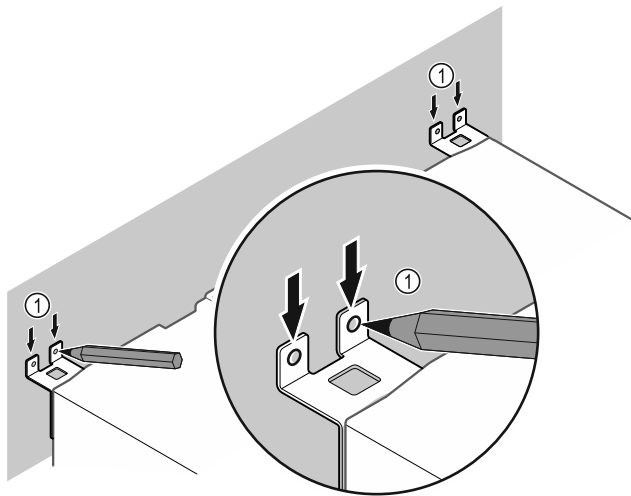

Fig. 11
- ▶ Apporre i contrassegni alla parete Fig. 11 (1).